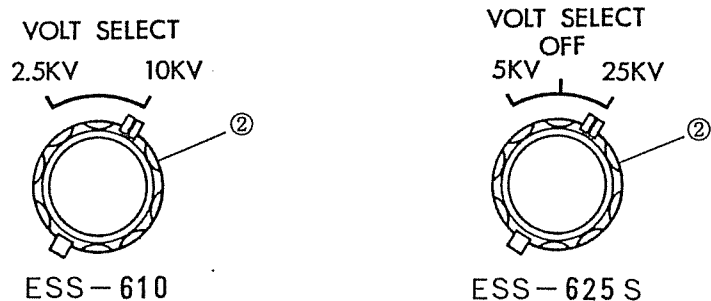

図 9
1. POWER スイッチ①をONにする。
2. VOLT SELECT ツマミ②を図9のようにする。(例 10 KV・25 KV)